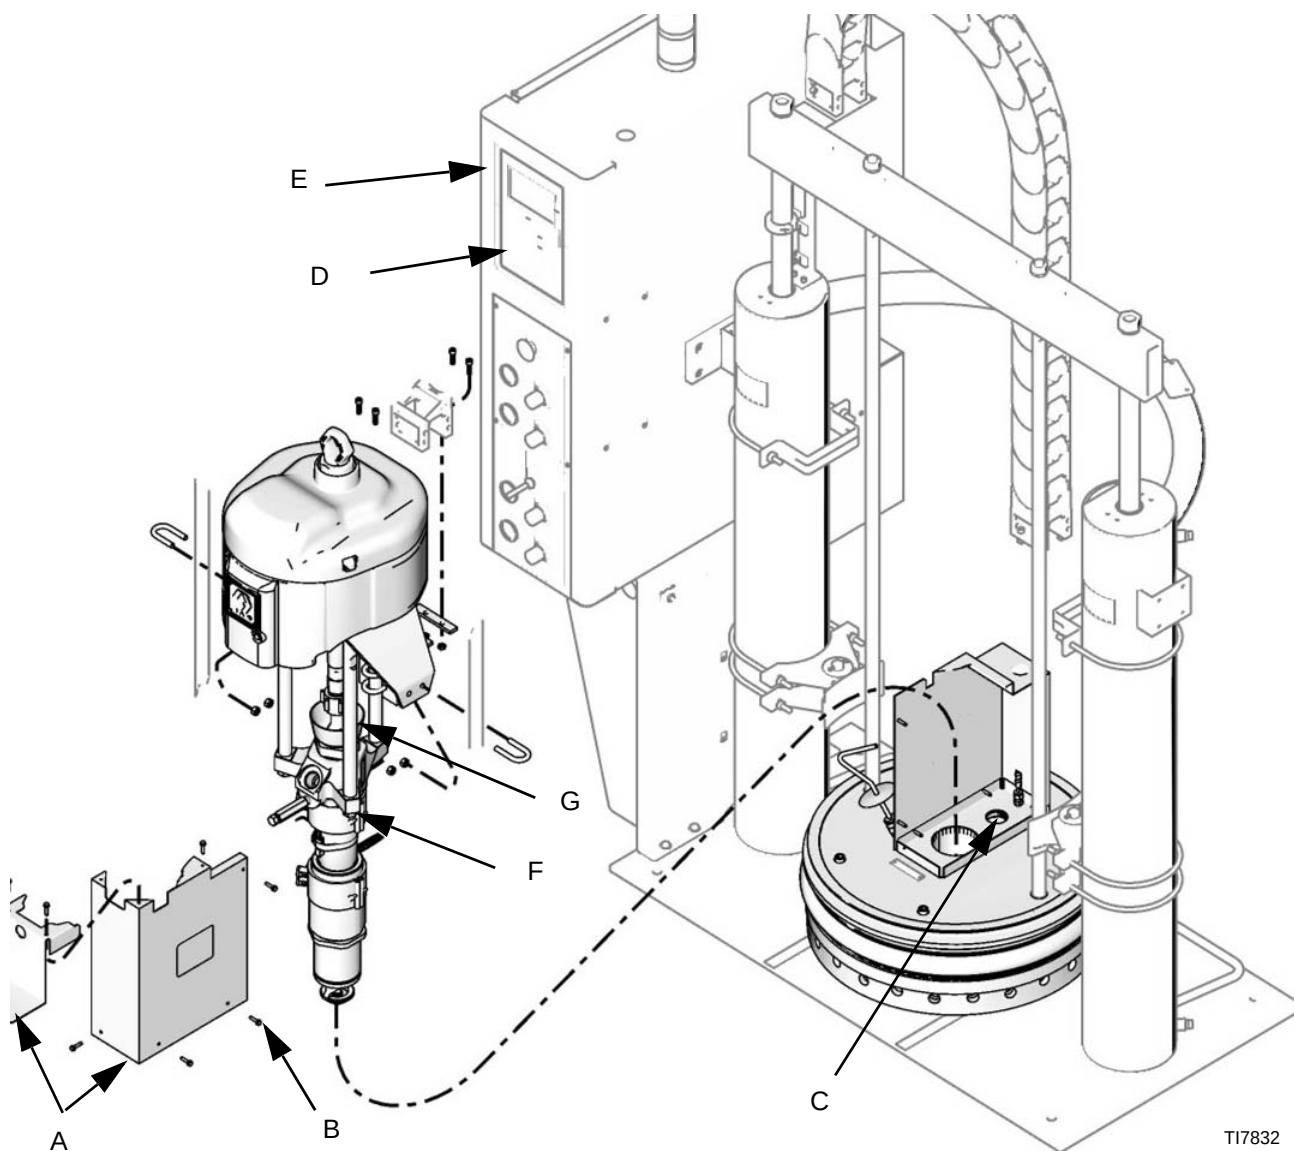

图 24
4. 在电气控制面板上，关闭系统加热（D）。见图 24。
8. 卸下泵的薄板外壳（A）。见图 24。
7. 卸下泵一侧的泵 / 空气马达隔离杆的螺母（F）。见图 24。